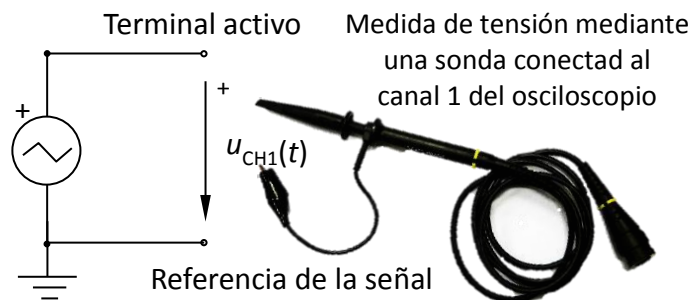

Figura 3.11 Circuito 3.3
– Conecte la sonda del canal 1 del osciloscopio a la salida del canal 1 del generador de señales tal como indica la figura 3.11 . En este circuito, la fuente de tensión se corresponde con el generador